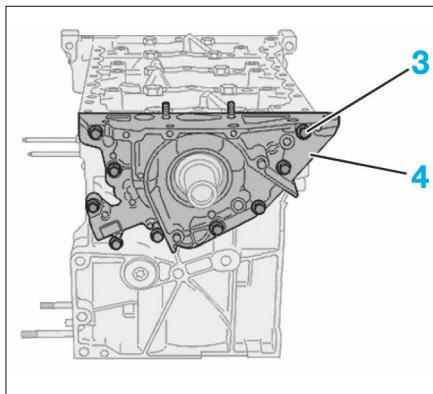

FIG. 43
- les vis de fixation (3) de la pompe à huile (4) (Fig.43),
- la pompe à huile (5).